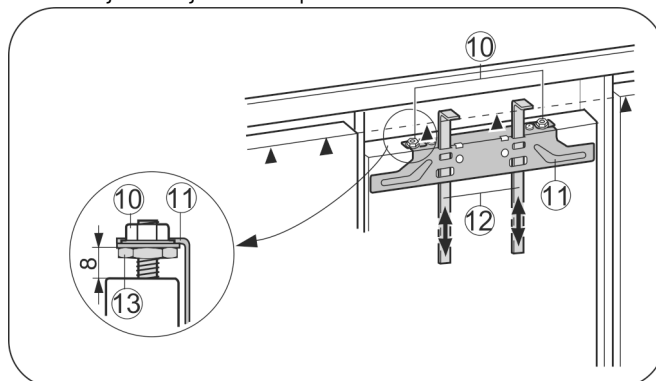

Fig. 25
- ▶ Montažni pripomoček Fig. 25 (12) pritisnite na višino vrat pohištva. Spodnji omejevalni rob ▲ montažnega pripomočka = zgornji rob vrat pohištva, ki jih montirate.
- ▶ Pritrdilni prečnik Fig. 25 (11) odvijte nad protimatico Fig. 25 (10).